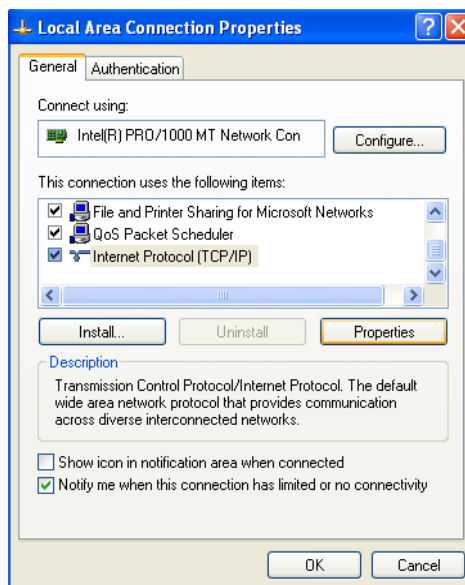

FIG. 15
4. Se abrirá la ventana Propiedades de conexión de área local. Seleccione Protocolo de Internet de las opciones que aparecen en la lista. Haga clic en Propiedades. Aparecerá la ventana Propiedades de protocolo de Internet. Vea la FIG. 15.